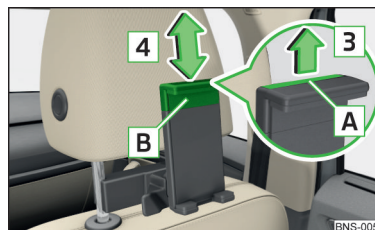

Fig. 124 Adaptez la dimension du support
- Pour ajuster la taille du support, tirez la languette **A** dans le sens de la flèche **3** et déplacez la pièce **B** dans la position souhaitée dans le sens de la flèche **4** » fig. 124.